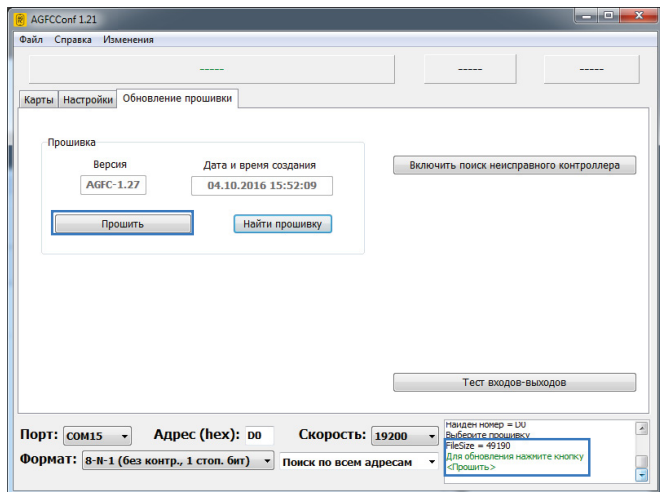

Рис.26. Чтение файла прошивки.
7. После окончания загрузки прошивки в контроллер нужно отключить контроллер «AGFC» вместе с программатором «TKLS-Prog-RS485» от компьютера, затем подключить снова (Рис.26).